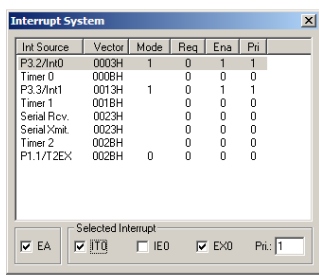

图 21-23 程序仿真运行
(3) 选择“Debug”→“Start/Stop Debug Session”命令，进入程序仿真调试环境。
(4) 选择“Peripherals”→“Interrupt”命令，打开“Interrupt System”中断仿真界面。
(5) 选择“Peripherals”→“I/O-Ports”→“Port 1”命令，打开并行 I/O 端口 P1 的仿真界面。依照同样的步骤，打开并行端口 P2 和 P3 的仿真界面。
(6) 选择“Debug”→“Run”命令，程序便开始仿真执行。此时，从中断仿真界面上可以看到外部中断 0 和外部中断 1 被设置为高优先级，模式为 1 即负跳变触发，并且中断已经使能。外部 I/O 端口 P1 初始化为 0，如图 21-23 所示。